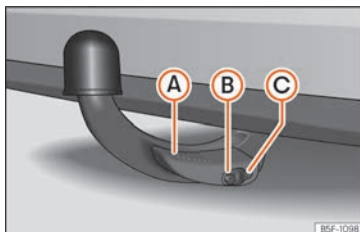

Abb. 256 Anhängerkupplung ordnungsgemäß befestigt
- Der Hebel (A) befindet sich oben »» **Abb. 256**.
- Der rote und grüne Teil des Entriegelungsbolzen (B) sind vollständig sichtbar »» **Abb. 256**.
- Die Abdeckung (C) sitzt auf dem Schloss »» **Abb. 256**.
- Beim Lösen der Anhängerkupplung nicht mit den Händen in den Hebel fassen, um ein Einklemmen der Finger zu vermeiden (A) »» **Abb. 256**.